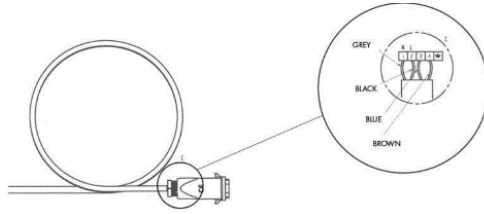

fig.11
- realizar las conexiones eléctricas necesarias según el diagrama indicado en la fig. 11;